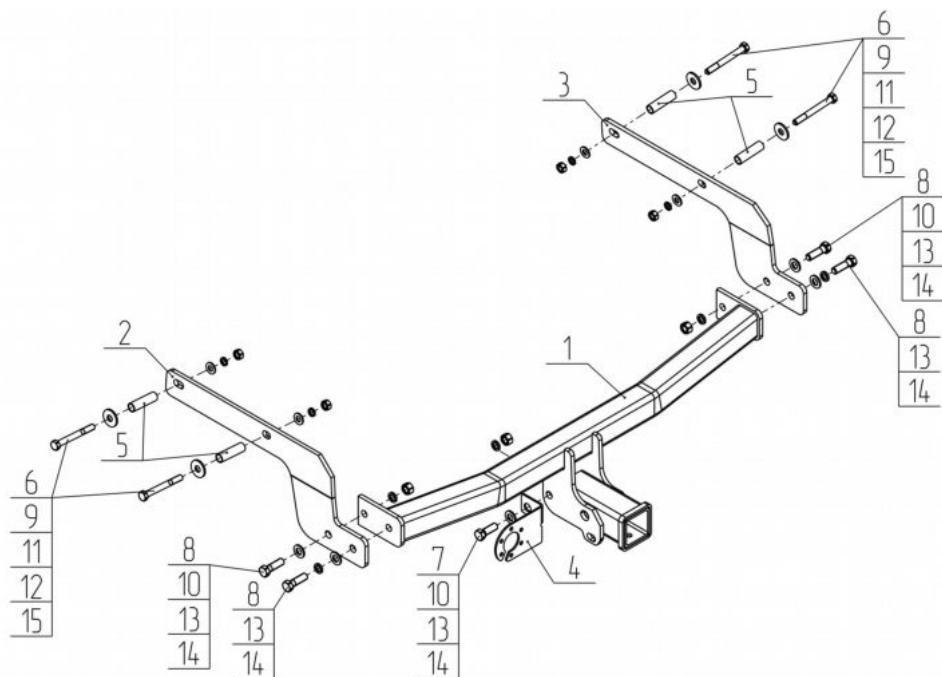

Рис.1.
- Закрепить боковые кронштейны ТСУ к боковым внутренним полкам лонжеронов а/м с помощью крепежных элементов показанных на Рис.1, используя увеличенные шайбы поз.15 и дистанционные втулки поз.5 (болты, шайбы и втулки – ставить со стороны багажного отделения). **ВНИМАНИЕ!!!** Установка ТСУ без дистанционных втулок может привести к деформации элементов кузова автомобиля при монтаже и их разрушению при эксплуатации! Крепеж не затягивать!